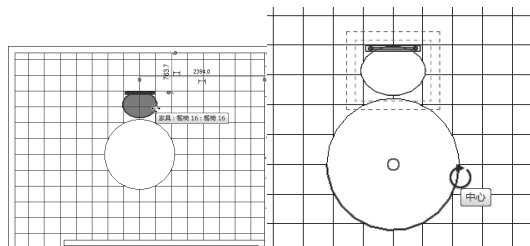

图 5-80
- 02** 选中餐厅中的餐椅图元，再单击“阵列”按钮 ，在选项栏中单击“径向”按钮 ，接着单击“地点”按钮，设定径向阵列的旋转中心点为圆桌的中心点，如图 5-80 所示。